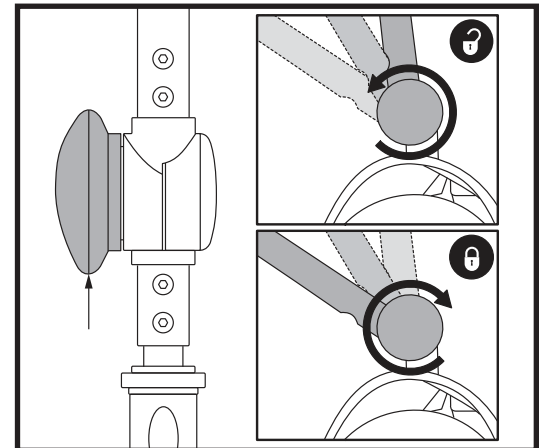

Figure 23. Réglage du guidon
### REGLAGE DE L'INCLINAISON DU GUIDON (Voir la figure 23)
1. Avec le siège et la batterie retirés (voir les procédures de démontage sur la page précédente), abaissez le guidon et serrez le bouton de réglage. **Voir la figure 23.**